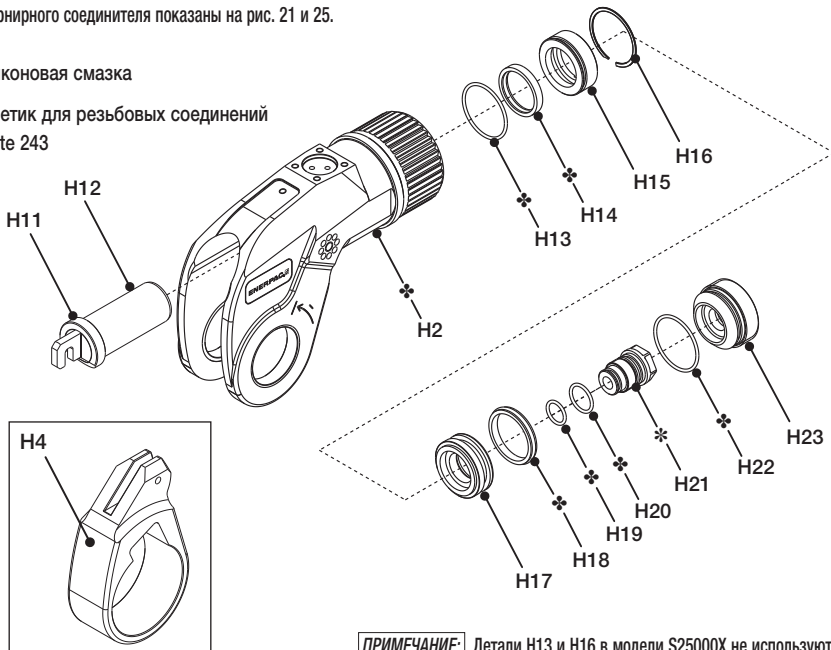

Рис. 22
5.3.2 Снятие и разборка поршня (рис. 22)
5.3.3 Снятие втулки цилиндра (только для моделей S1500X, S3000X, S6000X и S11000X (рис. 22, 23 и 24))
- Шток поршня (рис. 22, поз. Н12)
5.3.5 Установка втулки цилиндра (только для моделей S1500X, S3000X, S6000X и S11000X (рис. 22, 23 и 24))